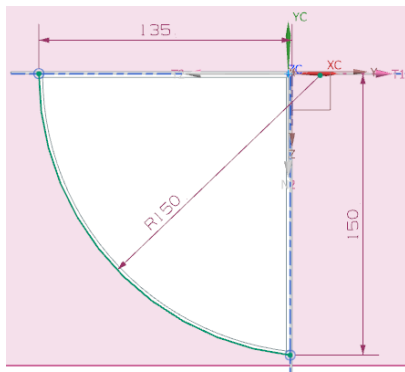

图 4-93 绘制轮廓曲线
(4) 在“创建草图”对话框中单击按钮，进入草图绘制环境，绘制如图 4-93 所示的草图。单击“完成”图标，草图绘制完毕。